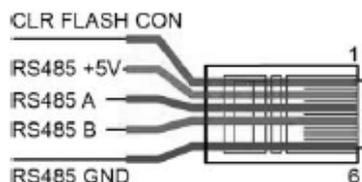

Fig.4 - asignación de pines del conector RJ11 - RS-485 Modbus.
3. Conecte las líneas de la interfaz RS-485 al conector RJ11 según la fig. 4.